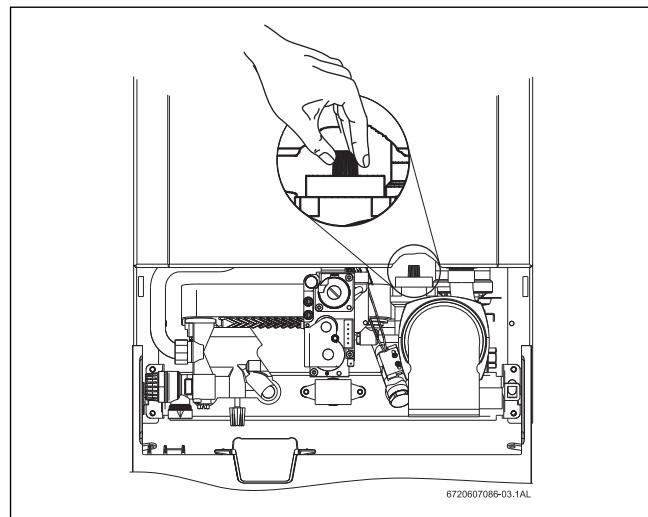

Fig. 11 Purgador automático
- ▶ Para evacuar el aire del aparato empleando el purgador automático que incorpora, abrir el tapón del mismo (ver Fig. 11 ).